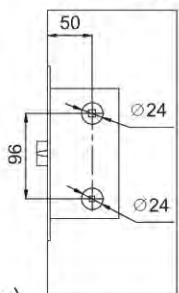

Рис. 9
2. Дверь должна запираться (например, в санузлах), используется функция фиксации язычка-защелки. На дверном полотне просверлите дополнительное нижнее отверстие под фиксатор (рис. 9), затем на верхнее отверстие установите ручку, на нижнее - накладку с сантехническим фиксатором.